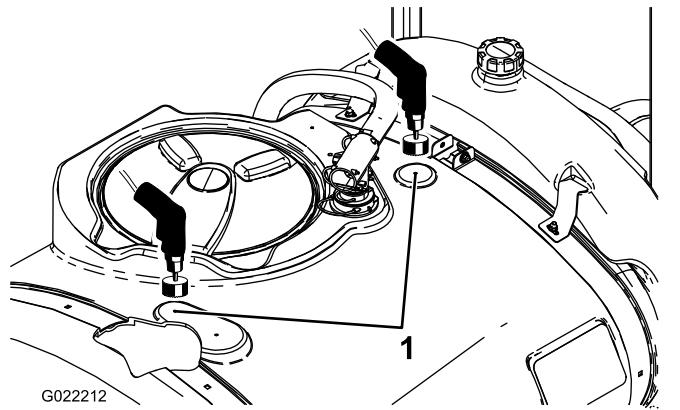

Figura 16
- Localize as duas marcas de perfuração no depósito principal (Figura 16).